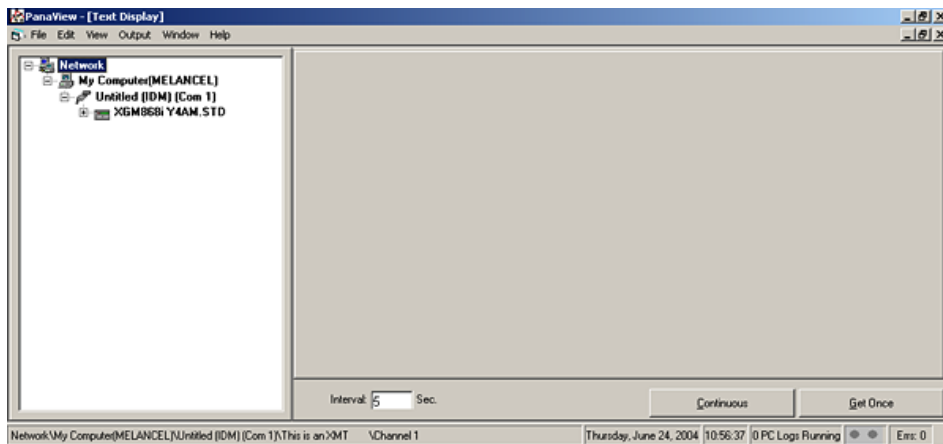

Figura 20: Ventana de visualización de texto
- Utilizando el menú Window (Ventana), como se describe en el manual de PanaView, organice las ventanas abiertas en el formato deseado. Para esta discusión, la figura 20 muestra la ventana de Text Display (Visualización de texto) en su tamaño maximizado (pantalla completa).
- Antes de poder mostrar los valores reales de los datos en el panel de texto, active uno de los siguientes modos de recopilación de datos (consulte la figura 20 anterior):